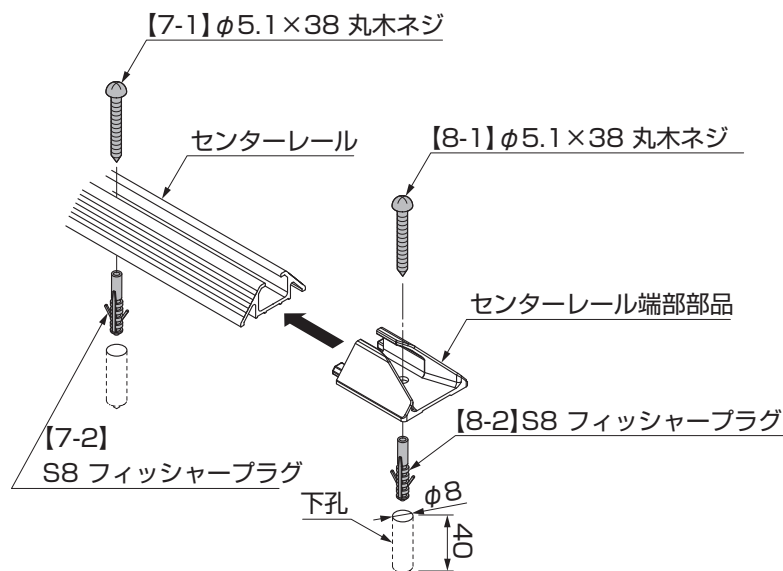

図11-5
- ①センターレールの位置を決め、センターレールの孔に合わせて地盤に下孔φ8 深さ40mm以上の孔をあけてください。(図11-5参照)
- ②【7-2】を圧入し、【7-1】でネジ止めしてください。(図11-5参照)
- ③センターレール端部部品をセンターレールに図のように差込み、センターレール端部部品の孔に合わせて地盤に下孔φ8 深さ40mm以上の孔をあけてください。(図11-5参照)
- ④【8-2】を圧入した後、【8-1】でネジ止めしてください。(図11-5参照)